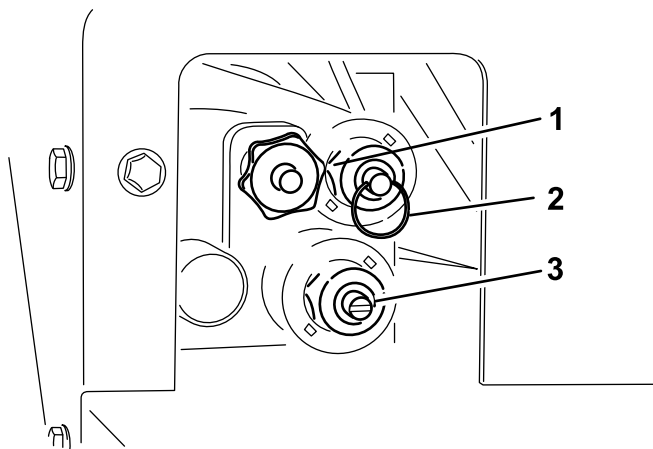

Bild 25
Der Zugang zur Übersteuerung befindet sich an der Fahrerseite der Hydraulikanlage (Bild 25).
- Drehen Sie das Handrad nach rechts, um die Flurförderer-Geschwindigkeit einzustellen (Bild 25). Die maximale Geschwindigkeit für den Förderer wird im farbkodierten Betriebssystem gemacht, daher kann diese Einstellung ohne Hydraulikfluss vorgenommen werden. Dies ist besonders relevant, wenn die Fangbox mit Sand gefüllt ist.
- Drücken Sie den Ring am Ventilschafts hinein, um den Füllkasten anzuheben (Bild 25).
- Ziehen Sie am Ring am Ventilschafts, um den Füllkasten abzusenken (Bild 25).
- Sie können die Tellersteuer-Geschwindigkeit (Bild 25) erhöhen, wenn Sie mit einem flachen Schraubenzieher nach rechts drehen, oder Sie können sie verringern, wenn Sie nach links drehen.